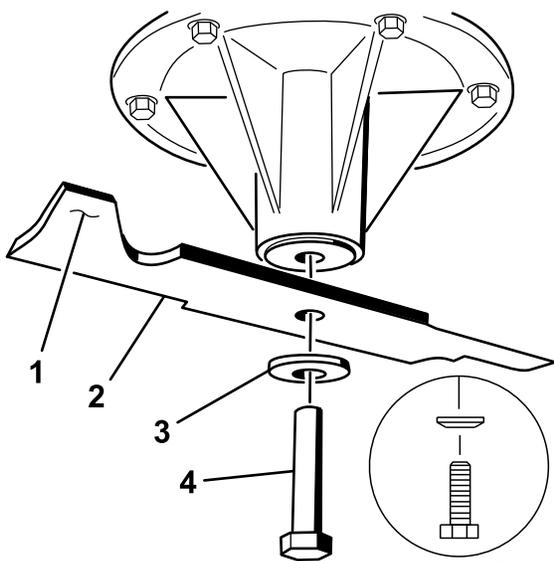

Рисунок 80
2. Отверните болт ножа, снимите изогнутую шайбу и нож с вала шпинделя (Рисунок 80).